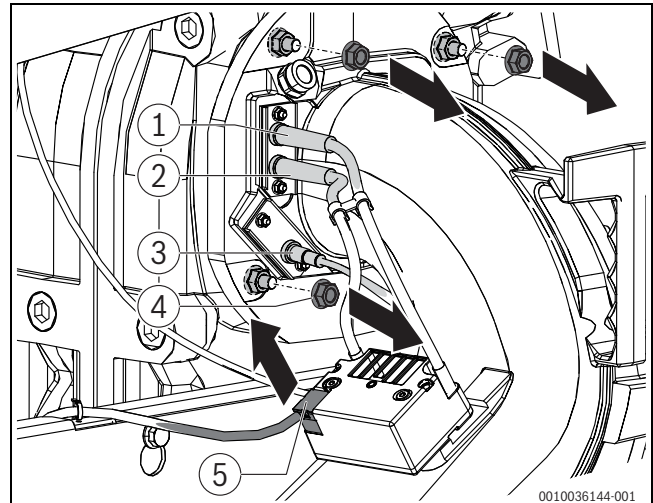

Рис. 49 Отключение соединительного кабеля трансформатора зажигания
- Отключите соединительный кабель трансформатора зажигания (→Рис. 49, [5]).
► Удалите 4 гайки крепления (→Рис. 49, [4]) сверху на смесительном патрубке.
- ▶ Отключите соединительный кабель трансформатора зажигания (→Рис. 49, [5]).
- ▶ Удалите 4 гайки крепления (→Рис. 49, [4]) сверху на смесительном патрубке.